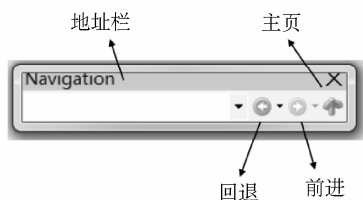

图 3-8 Navigation 工具栏
4) Navigation (导航) 工具栏：用于文档间的跳转访问，如图 3-8 所示。其中地址栏用于显示当前活跃文档的路径。以当前活跃文档为基准，单击回退按钮跳转到之前访问的文档，单击前进按钮跳转到之后访问的文档。主页按钮用于跳转到 Altium Designer 的 Home 选项卡。其实导航工具栏不仅可以定位到本地文档，如果在地址栏输入网址，则可以访问相应的网页。